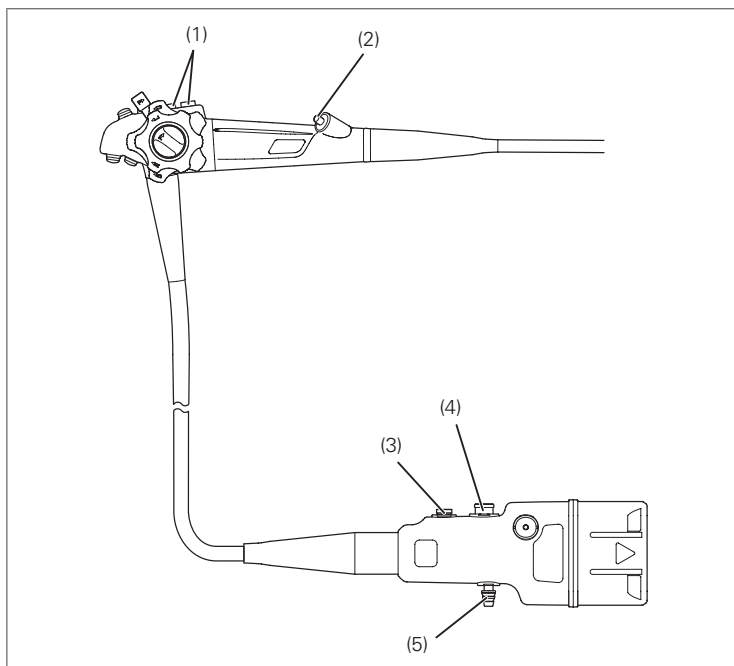

Рис. 3.8
11. Убедитесь, что на корпусе прибора, коннекторе эндоскопа и электрических контактах отсутствуют такие повреждения, как царапины, деформации, расшатанные детали и т. п. Будьте особенно внимательны при проверке деталей, показанных на Рис. 3.8. Через чистую безворсовую ткань осторожно возьмитесь за эти детали и подвигайте их в разных направлениях, чтобы удостовериться в отсутствии расшатывания и других нарушений.